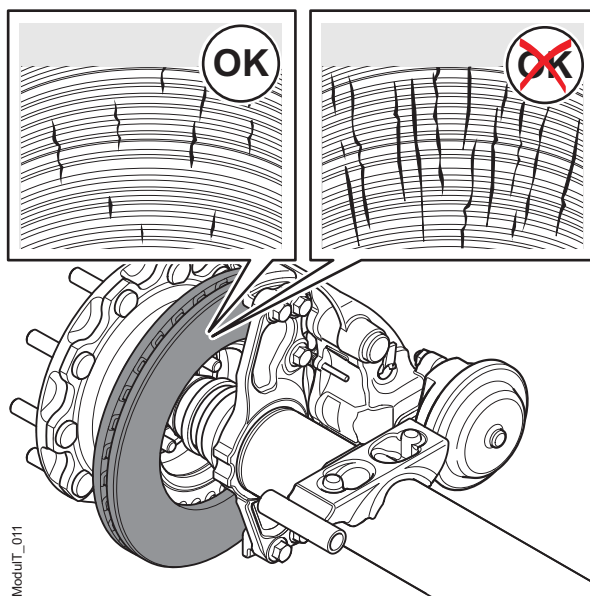

Figura 17. Inspección del disco de freno
1. Mire en busca de desgaste, daños y grietas; véase la figura 17. Consulte también las instrucciones del fabricante del eje/vehículo. No se permiten grietas que lleguen a los conductos de refrigeración a través del radio exterior.